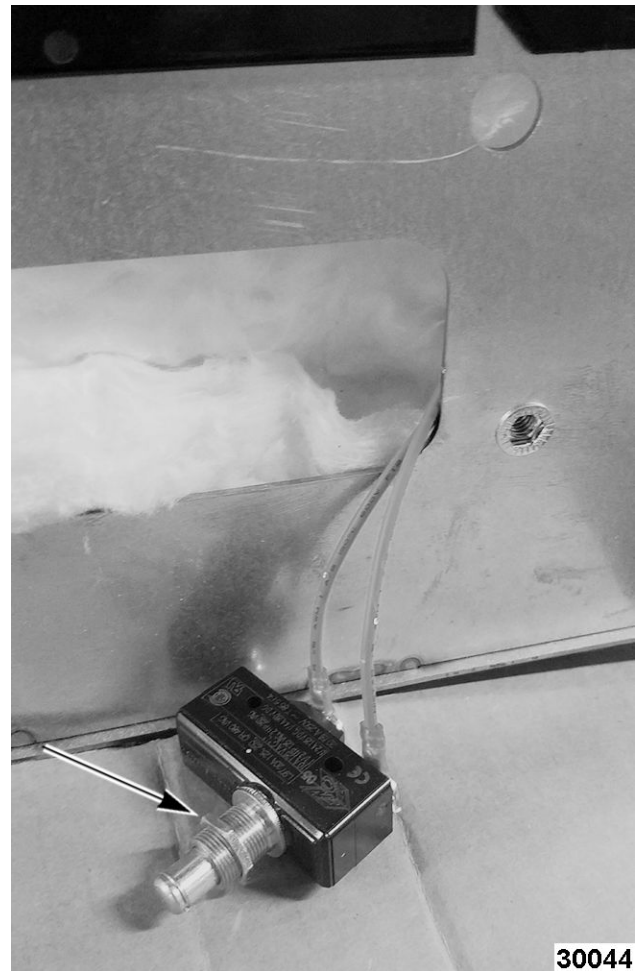

Fig. 16
2. Unscrew nut (Fig. 16) holding door switch.